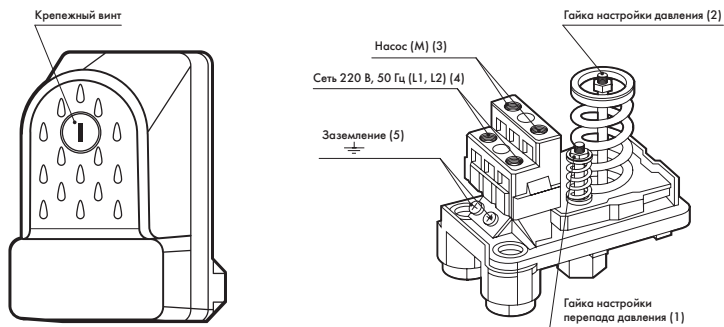

Рисунок 3
Электрическое подключение реле давления (рисунок 3):
- отвинтив крепежный пластмассовый винт (рисунок 3), снять крышку реле.
Регулировка верхнего и нижнего предела давления осуществляется гайкой (2), фиксирующей положение пружины (рисунок 3). Чтобы увеличить значение верхнего и нижнего предела давления, необходимо закручивать гайку